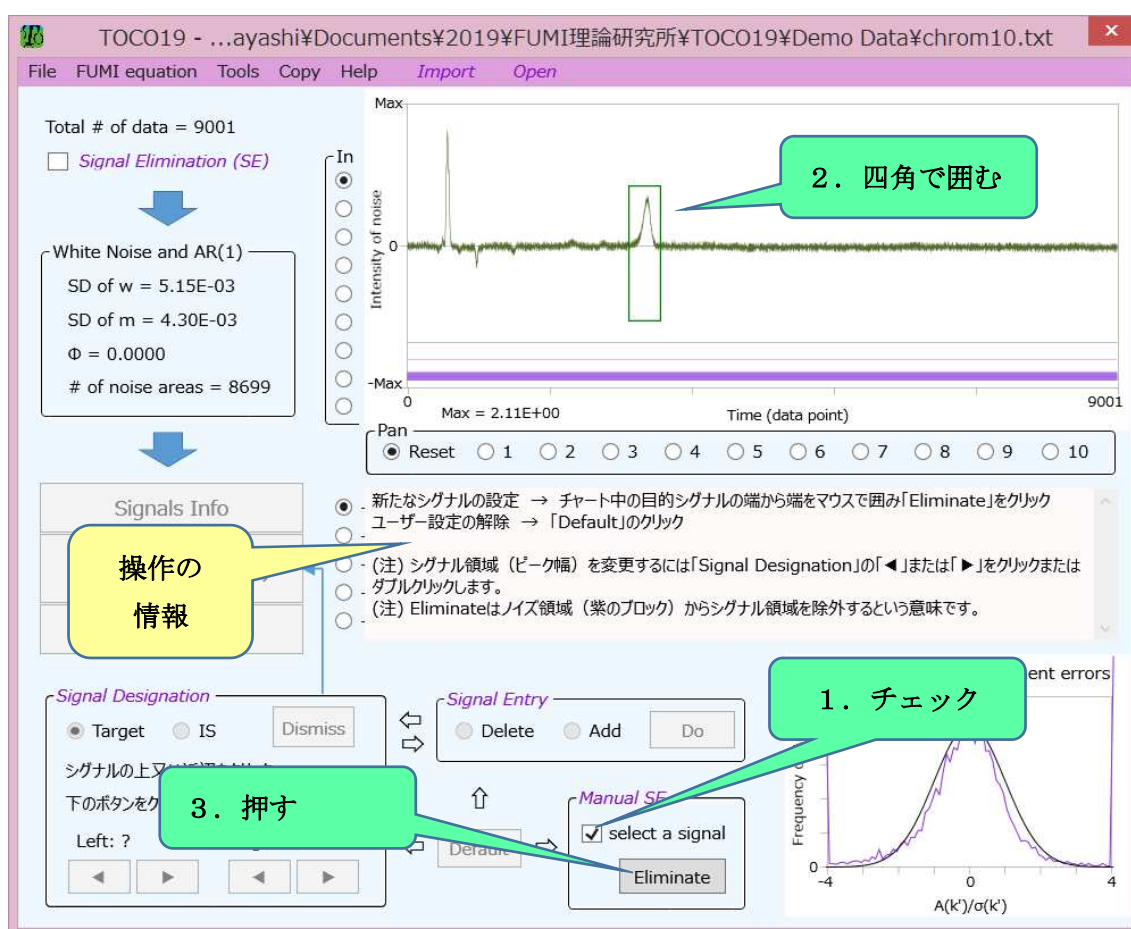

図 20 メイン画面（手動シグナル除去、デモンストレーション）
グループ「Manual SE」を使うと手動でシグナルを設定できます。TOCO19 のピーク検出はほとんどのピークを自動で検出しますので、図 20 では、☒Signal Elimination (SE)のチェックを外して、データ全体をノイズ領域（チャートの紫のブロック）と設定した例を挙げます。次のように手動でシグナル領域を設定します（図 20）。
1. メイン画面のグループ「Manual SE」の ☒select a signal をチェックする（図 20）；